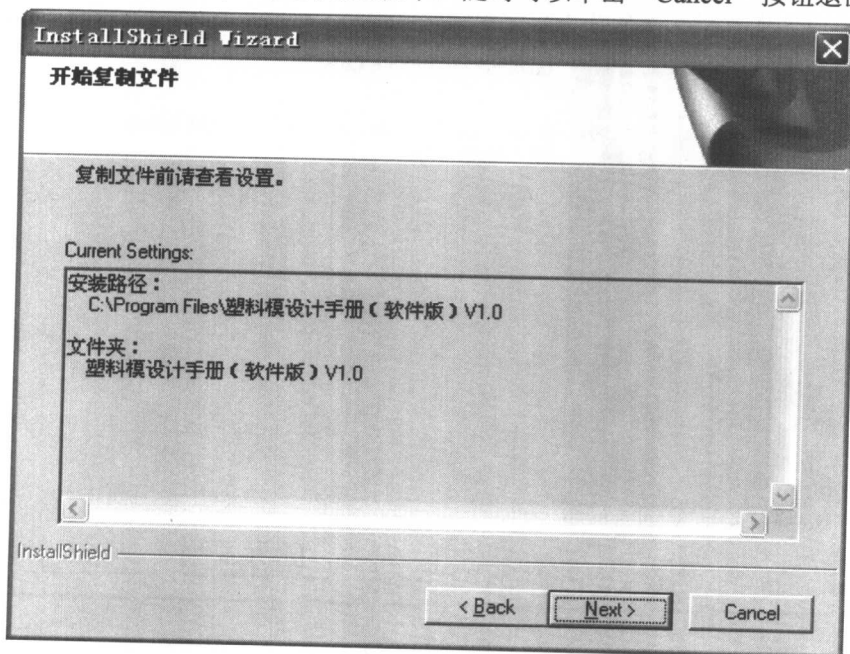
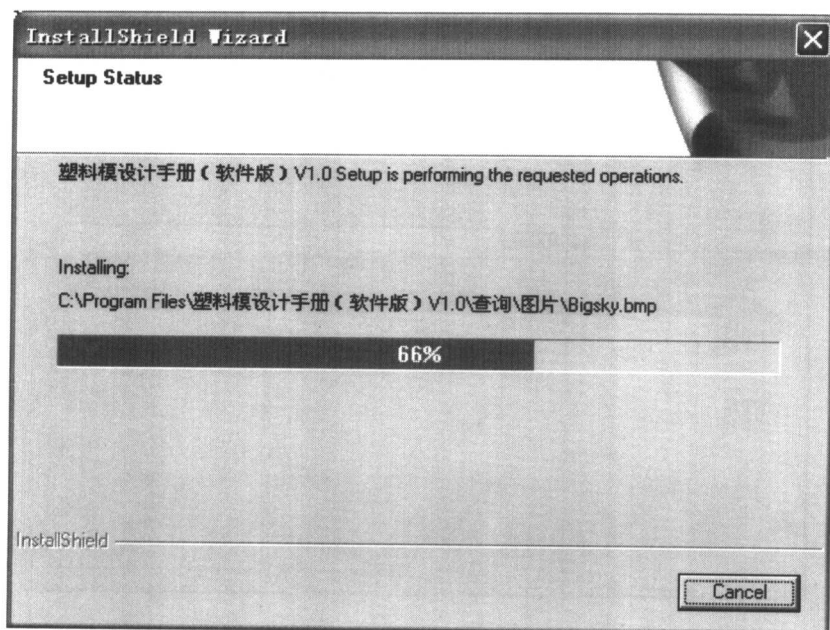

图 1.8 查看设置界面
图 1.9 显示安装进度界面
(8) 单击“Next”按钮，安装程序将把软件复制到硬盘上，时间的长短取决于用户选择的安装类型。在复制文件前请查看设置，如图 1.8 所示，如果对设置满意，单击“Next”按钮。在安装程序复制文件的过程中，使用进度条来显示安装进行的百分比，并提示安装复制的文件和目录，如图 1.9 所示。在安装过程中，随时可以单击“Cancel”按钮退出安装程序。